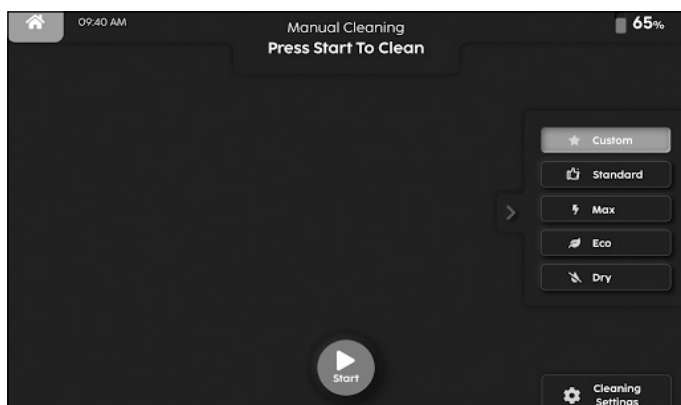

Figure 47
4. Appuyez sur « Démarrer » pour démarrer le nettoyage (**Fig. 47**).